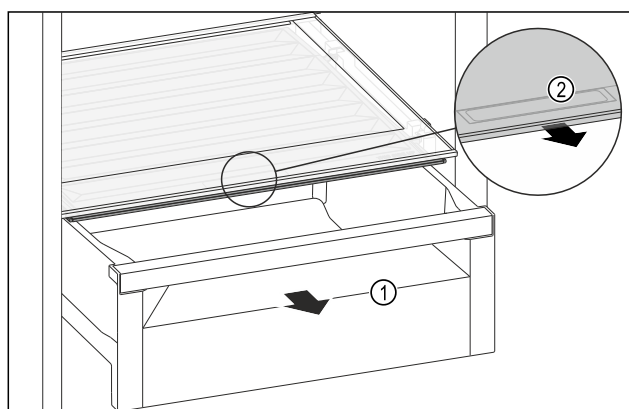

Fig. 81
- ▶ Wyciągnąć szufladę Fig. 81 (1).
- ▶ Chwycić uchwyt wpuszczany Fig. 81 (2) na pokrywie komory i pociągnąć pokrywę jednocześnie do przodu.